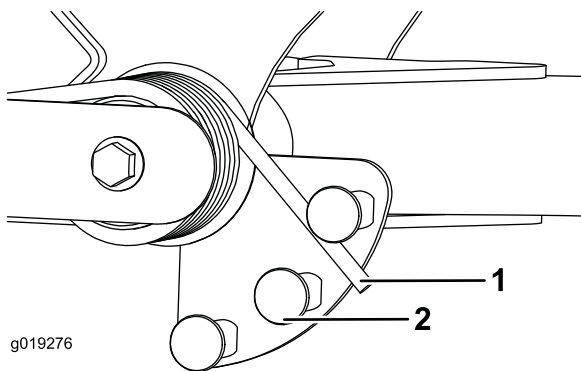

Figura 37
2. Insira um tubo ou objeto semelhante na extremidade da mola comprida e incline-a em redor do atuador da mola para a posição desejada (Figura 37).